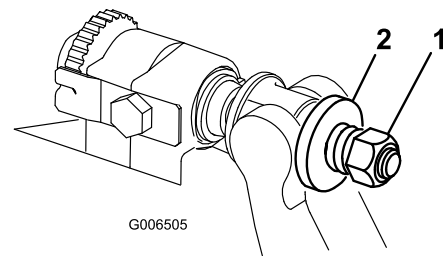

Figura 23
6. Apriete la tuerca de tensado del muelle hasta que el muelle esté comprimido del todo, luego aflójela 1/2 vuelta (Figura 23).